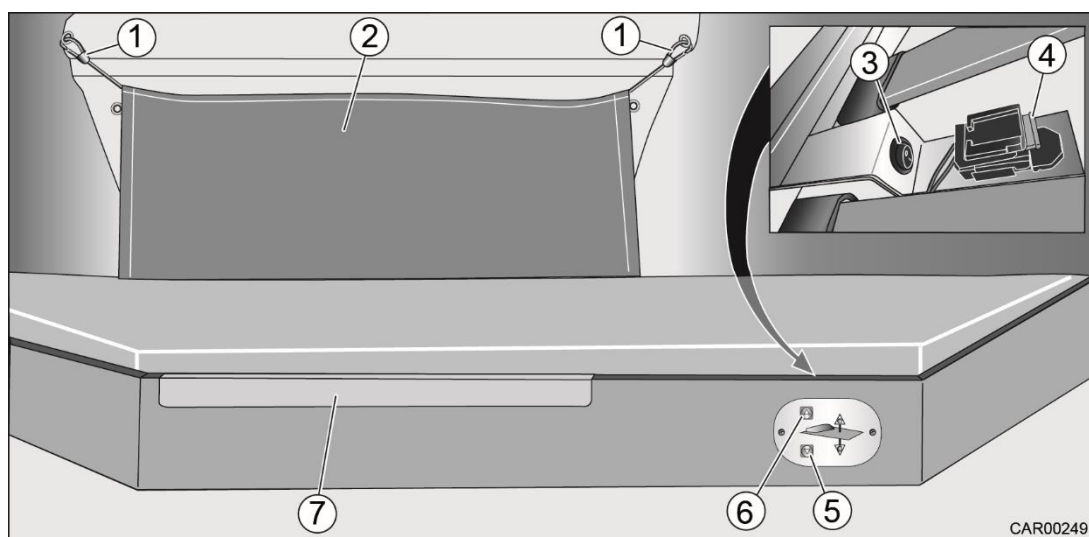

Fig. 76 Lit de pavillon central électrique, abaissé
3. Activer le panneau de commande du lit de pavillon avec l'interrupteur (Fig. 76/3) au dos du panneau de commande.
4. Déplacer le lit de pavillon vers le bas en appuyant sur la touche fléchée ▼ (Fig. 76/5). Le lit de pavillon peut être arrêté à toute position souhaitée et stoppe automatiquement en position extrême.
5. Mettre en place un filet de sécurité (Fig. 76/2). Pour cela, accrocher les deux mousquetons (Fig. 76/1) par le haut dans les crochets.
6. Accrocher l'échelle fournie dans le rail prévu à cet effet (Fig. 76/7).
2. Décrocher le mousqueton (Fig. 76/1) du filet de sécurité (Fig. 76/2) et poser le filet de sécurité sans plis sur le lit de pavillon.
4. Activer le panneau de commande du lit de pavillon avec l'interrupteur (Fig. 76/3) au dos du panneau de commande.
5. Déplacer le lit de pavillon vers le haut en appuyant sur la touche fléchée ▲ (Fig. 76/6). Le lit de pavillon peut être arrêté à toute position souhaitée et stoppe automatiquement en position extrême.
- Après l'actionnement du lit de pavillon, toujours désactiver le panneau de commande du lit de pavillon avec l'interrupteur (Fig. 76/3) au dos du panneau de commande.
- Si le fusible (Fig. 76/4) doit être changé, Veuillez n'utiliser qu'un fusible de même type et de même valeur.